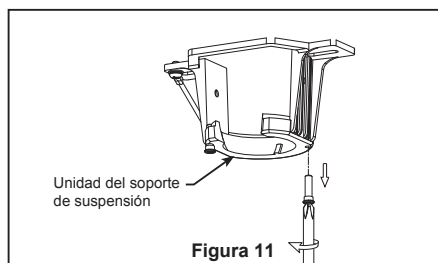

Figura 11
11. Extraiga uno de los tornillos de hombro en el soporte del gancho y guarde los tornillos para pasos posteriores. Afloje el segundo tornillo de hombro sin extraiga completamente. (Figura 11)